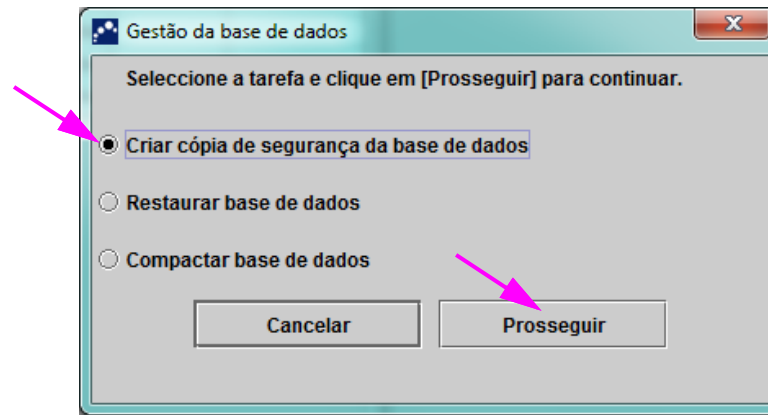

Figura 5-73. Janela Gestão da base de dados
Se pretender realizar tarefas de gestão de base de dados, clique em **Sim** na caixa de diálogo Gestão da base de dados (consulte a figura 5-72). É apresentada a janela Gestão da base de dados. Consulte a figura 5-73.
1. Seleccione **Criar cópia de segurança da base de dados** na janela Gestão da base de dados (consulte a figura 5-73).